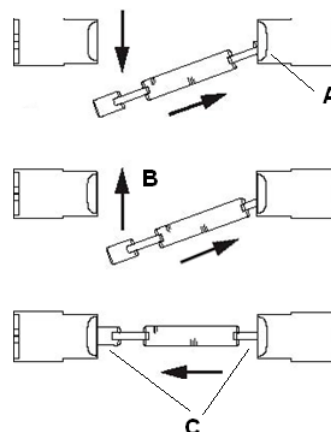

Figura 5.1b
4. Installare la nuova lampada (230 V - 500 W). Inserire nel portalampada prima un lato (A). Spingere la lampada nella sua posizione corretta (B) e utilizzare la molla per fare contatto con l'altro punto di collegamento (v. figura 5.1b).
5. Accertarsi che la lampada sia correttamente agganciata tra i due punti di collegamento (C). In caso contrario muovere la lampada in direzione della sua lunghezza, finché i due punti di collegamento non sono inseriti ugualmente e la lampada non si aggancia (v. figura 5.1b).